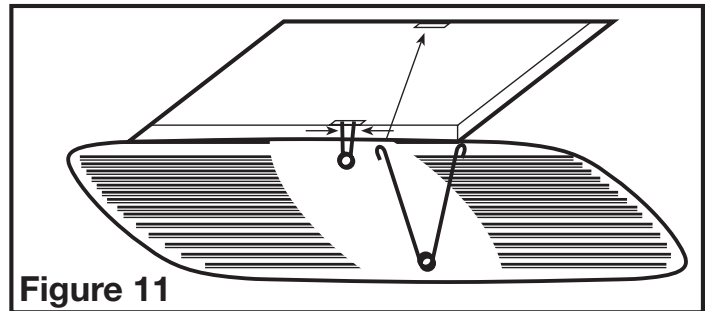

Figure 11
- Installer la grille en pressant ensemble les deux extrémités des ressorts et en les installant dans les fentes du châssis du ventilateur. Pousser la grille en position (**Figure 11**).